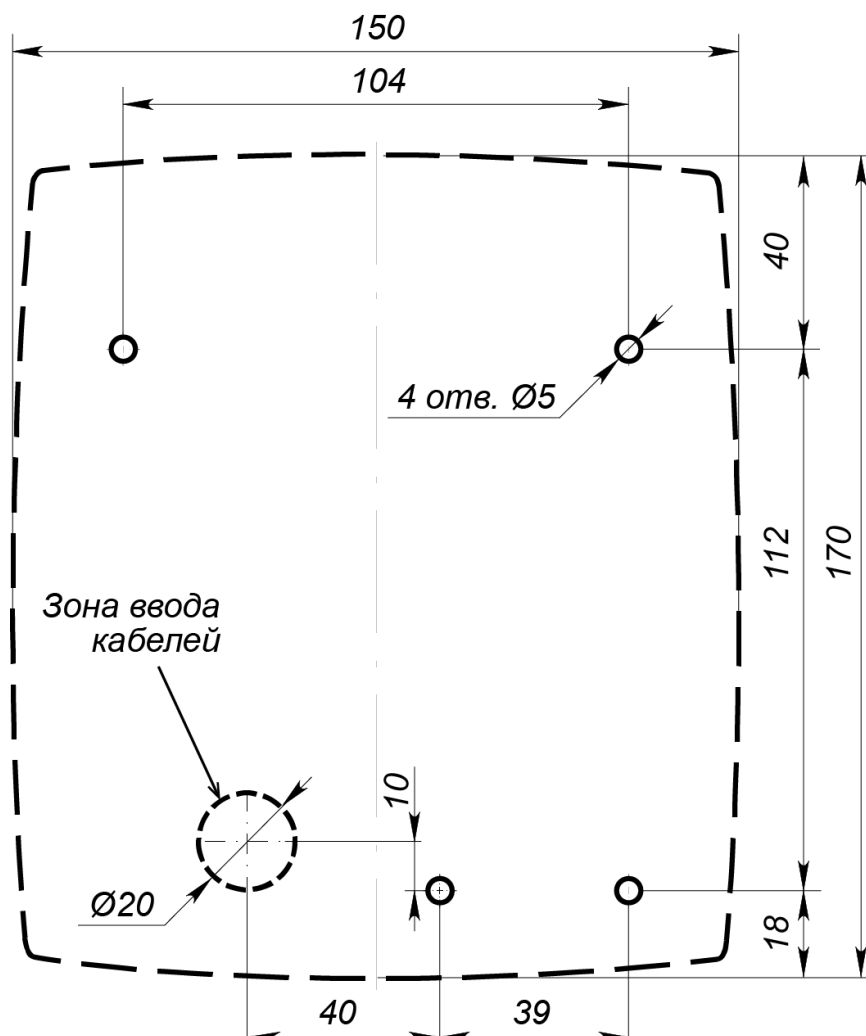

Рисунок 2. Разметка отверстий для установки терминала
3. Произведите разметку и разделку отверстий на установочной поверхности для крепления металлического основания и проводки кабелей питания и *Ethernet* (см. рис. 2).